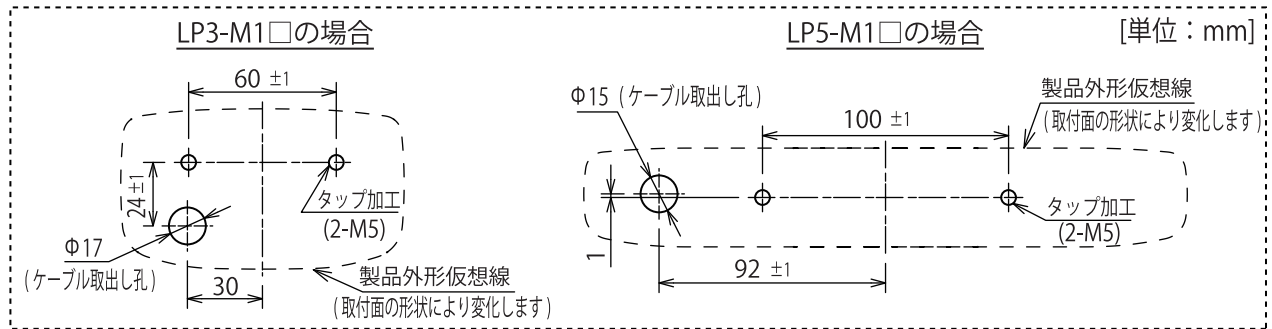

図7-2-1. 取付面寸法図
- ① 予め取付けする土台（車両）に図7-2-1を参考にしてタップ加工および、孔加工を施してください。